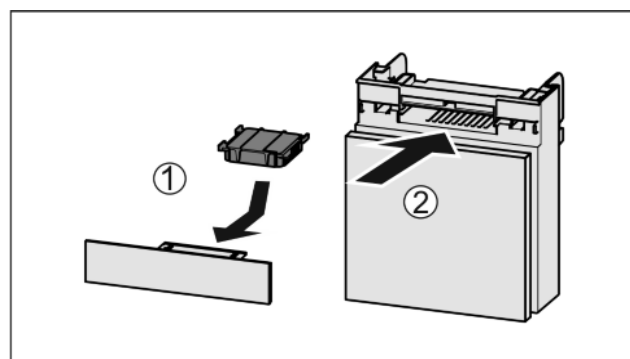

Fig. 45
- Поставете Fig. 45 (1) филтъра с активен въглен, както е показано на фигурата.
- Вкарайте Fig. 45 (2) отделението.